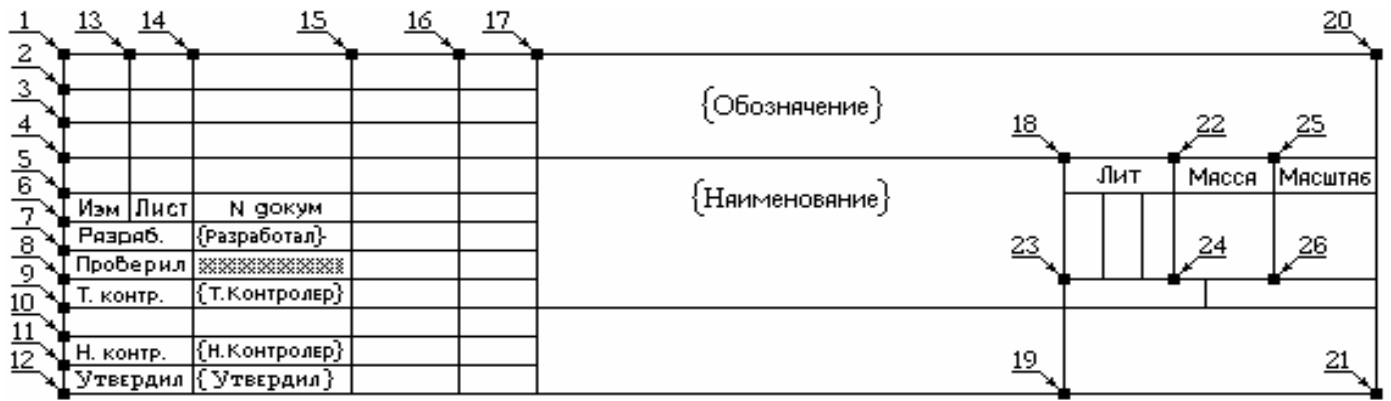

Рис.3
4. Расставить 12 опорных точек: по команде Place > RefPoint щелкнуть LB в точке 240/15 – установлена точка № 12 (рис. 3).